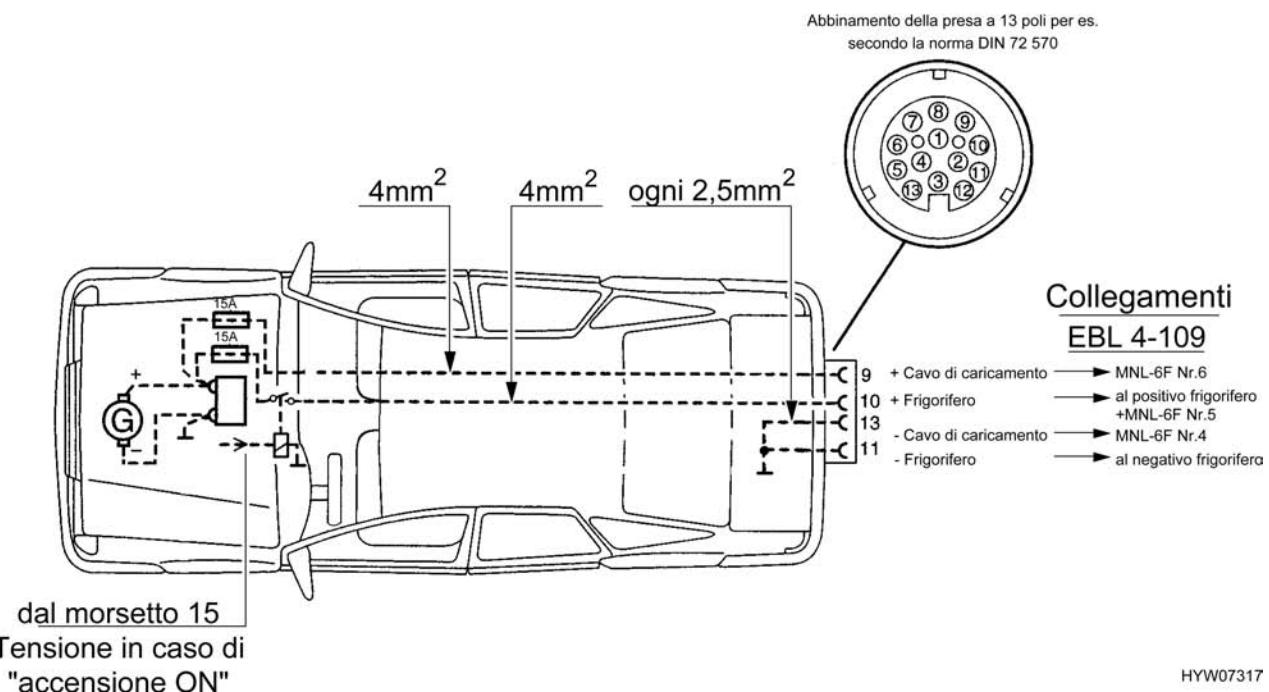

Fig. 73 Installazione per veicolo trainante (pacchetto autarchico)
- ▷ Attrezzare la motrice con le sezioni di cavo relative e con un relais (Fig. 73,1) per l'alimentazione elettrica (comandata tramite accensione) (vedi Fig. 73).